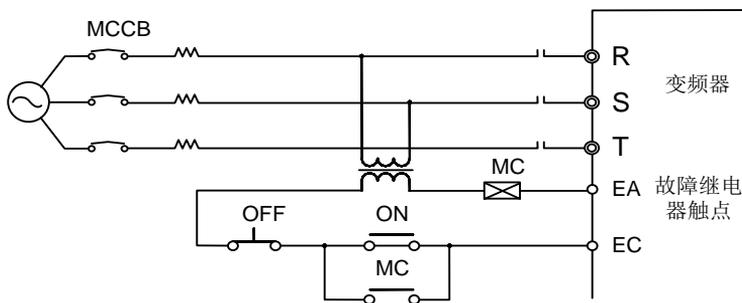

Рис. 3-4 Подключение входного автоматического выключателя
- Если автоматический выключатель используется с несколькими преобразователями частоты или другими устройствами, контакт защитного выходного реле преобразователя частоты следует включить последовательно с катушкой силового контактора, как показано на рис. 3-4, чтобы обеспечить возможность отключения питания при срабатывании сигнала защиты.
Подключение электромагнитного контактора, соответствующего мощности преобразователя частоты, производится, как показано на рис. 3-4.